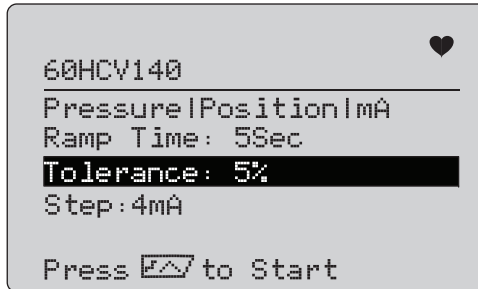

Figure 52. Configuration du test de signature
1. Allez à **Signature Test Menu** (Menu de Test de signature). Voir la Figure 52.